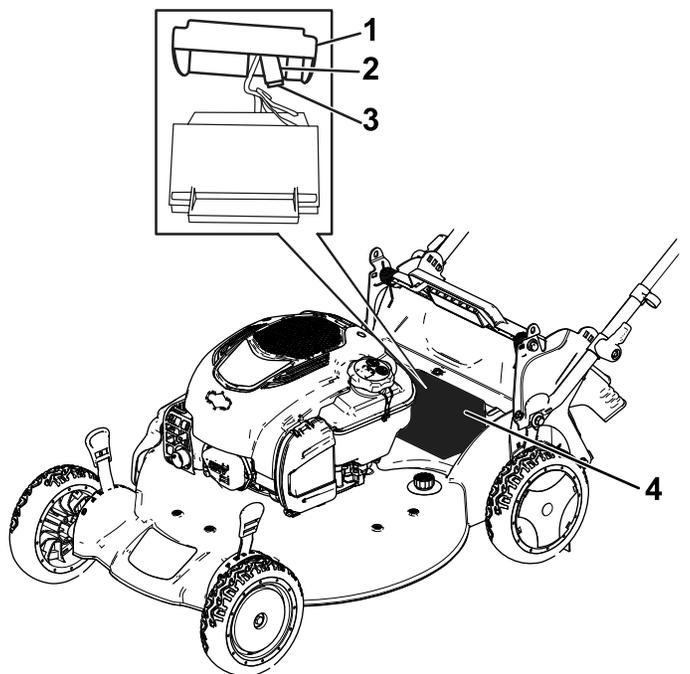

Figura 36
1. Staccate il coperchio del vano batteria (Figura 36).
2. Estraete la batteria e individuate il fusibile (Figura 36).
3. Sostituite il fusibile nel portafusibili (Figura 36).
4. Montate il coperchio sopra il vano batteria (Figura 36).